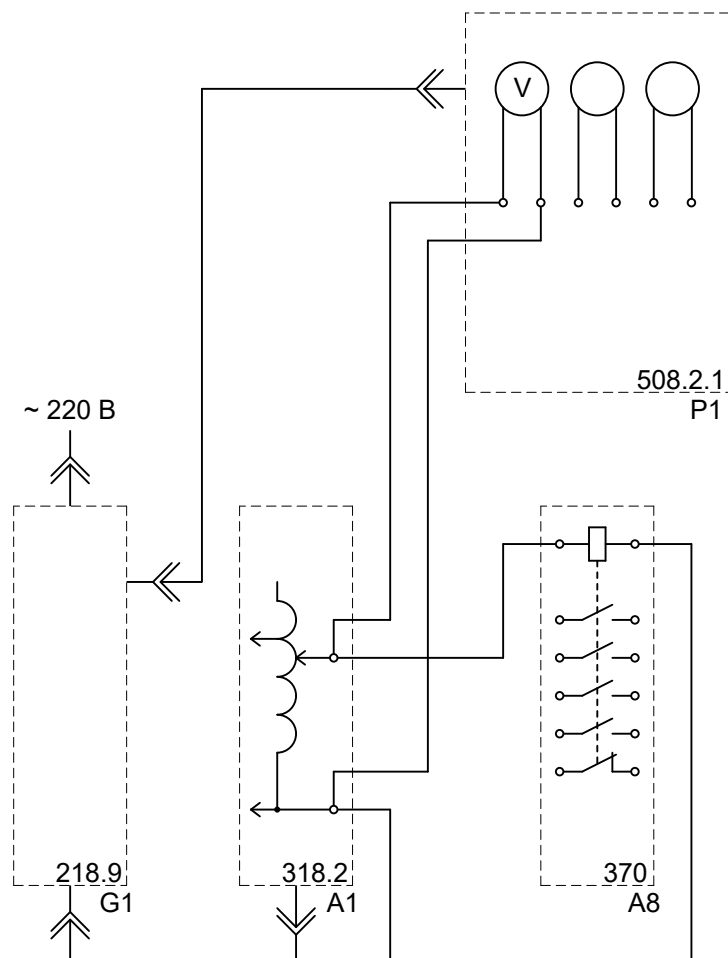

Рисунок 1.4 – Схема электрическая соединений для исследования промежуточного электромагнитного реле переменного напряжения
3. Соедините аппаратуру в соответствии со схемой электрической соединений (рисунок 1.4).